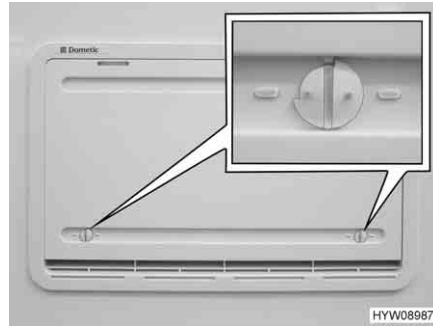

Bild 193 Winterabdeckung
Wenn der Kühlschrank bei niedrigen Außentemperaturen betrieben werden soll, empfiehlt der Hersteller die Verwendung einer Winterabdeckung (Bild 193) für die Kühlschrank-Lüftungsgitter.
- Beide Verriegelungen (Bild 193) öffnen (Nut steht waagrecht).